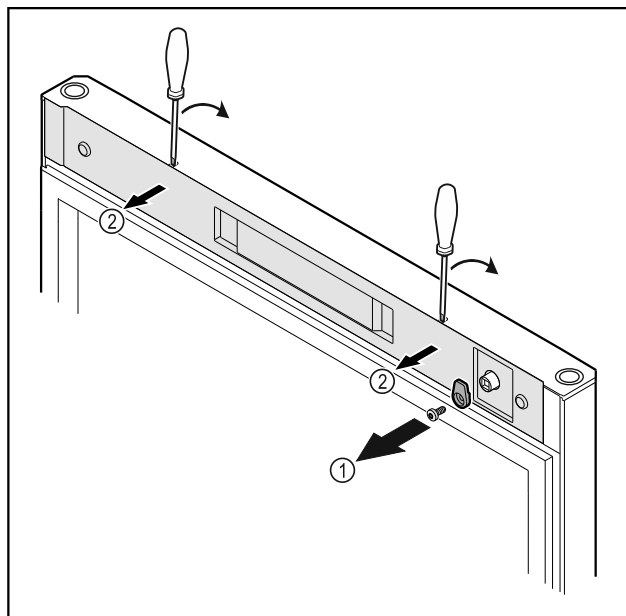

Fig. 18
- Deșurubați Fig. 18 (1) cârligul de închidere.
- Deblocați apărătoarea Fig. 18 (2) cu o șurubelniță mică și detașați-o.